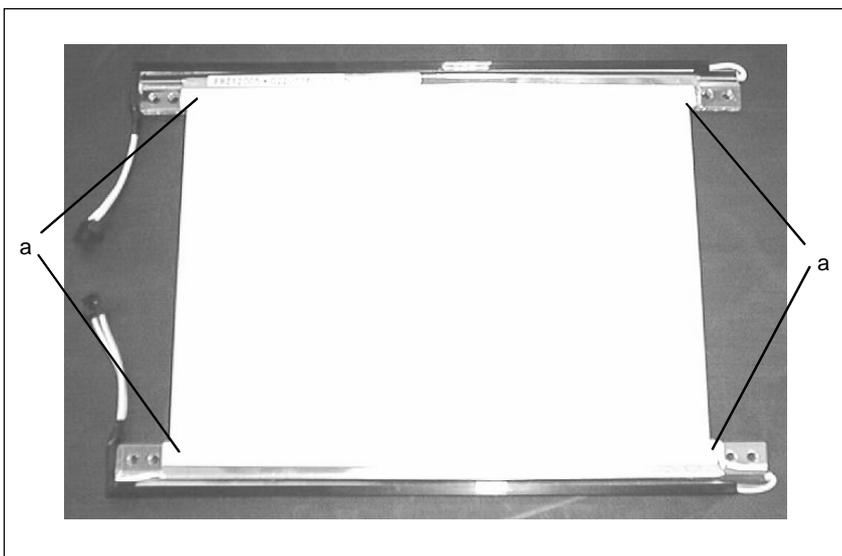

图 2-7 更换背光系统
3. 把 MMC 模块挂在 4 个螺钉上，使接口 X4、X5 和 X6 向下（参见图 2-7）。
4. 把整个模块向左推，使总线插头插入到左侧的插头中（参见图 2-7）。